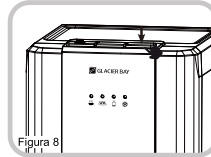

Figura 8
2. Presione el botón de agua fría. (Figura 8)